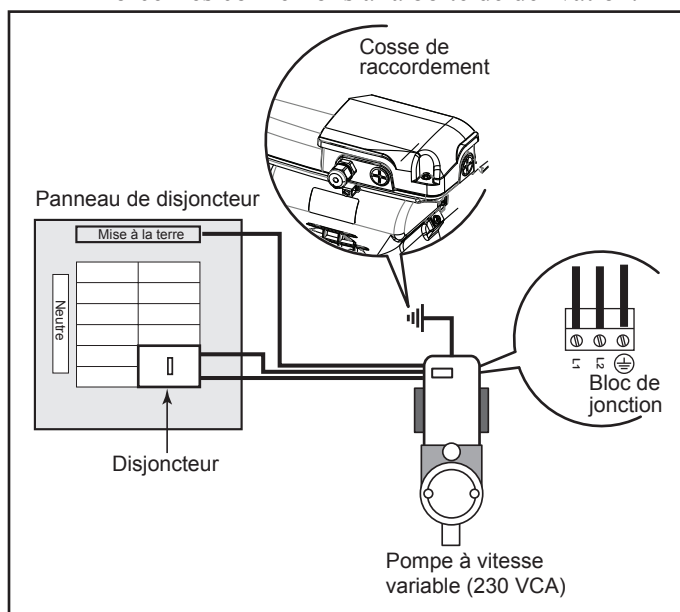

Figure 8. Collage du moteur
1. Le châssis du moteur doit être mis à la terre à l'aide d'un conducteur solide en cuivre de calibre n° 8 ou plus grand. L'armature du moteur doit être reliée aux pièces métalliques de la structure de la piscine, du bain à remous ou du spa et à tout l'équipement électrique, au conduit en métal et à la canalisation en métal à moins de cinq (5) pieds (1,5 m) des murs intérieurs de la piscine, du bain à remous ou du spa.
**REMARQUE** Au Canada, la pompe doit être située à un minimum de trois (3) mètres (environ 10 pieds) de l'eau (CSA C22.1).
2. Faire le raccordement de mise à la terre du moteur à l'aide de la cosse externe fournie. Voir la Figure 8.